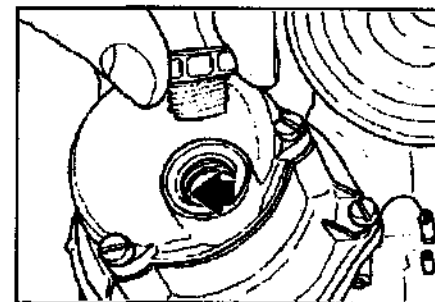

Рис. 1 Проверка уровня масла демпфера.
- Уровень масла в демпфере карбюратора по стрелке (Рис.1). Температура масла АТГ - 20°C.